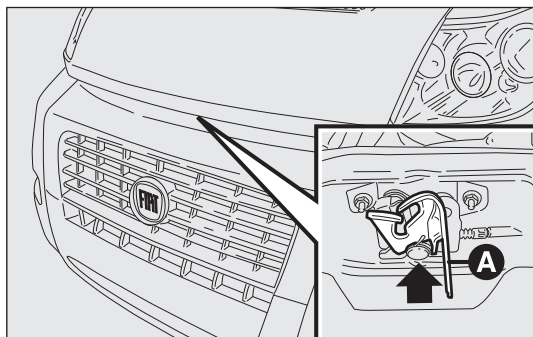

fig. 124
- Dra i spaken A-fig. 124 enligt figuren.